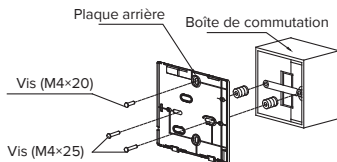

Fig. 3-6
- Pour un montage sur une boîte de commutation, fixer la plaque arrière sur la boîte de commutation avec les 2 vis (M4x25) et la fixer au mur avec 1 vis (M4x20), (Fig. 3-6)